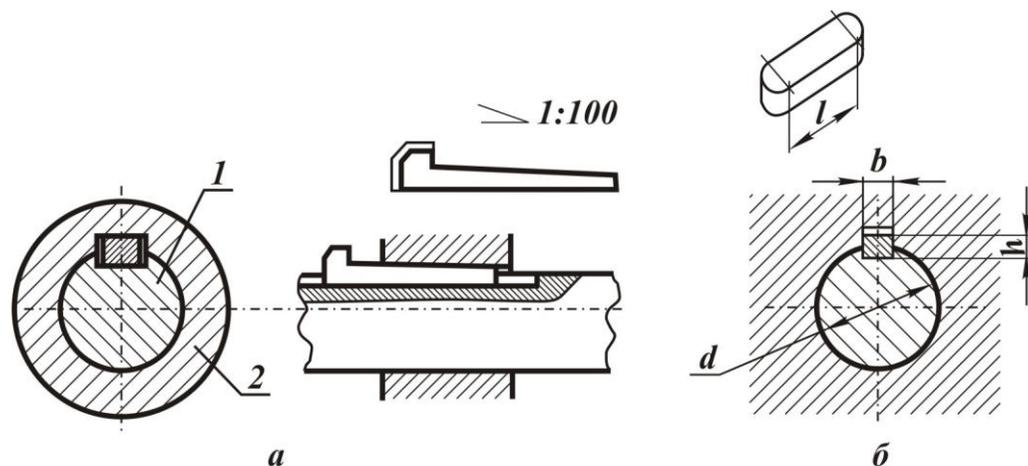

Рис. 5.32
*Шпоночные соединения.* Шпонкой называют стержень, вводимый между валом 1 и посаженной на него деталью 2 (зубчатым колесом, шкивом, муфтой) для взаимного соединения и передачи вращающего момента от вала к детали или от детали к валу. Шпонки могут быть клиновые, призматические и сегментные. Примеры шпоночного соединения приведены на рис. 5.32. Шпонки изготавливают из стали, имеющей предел прочности  $\sigma_B \geq 500 \text{ Н/м}^2$ .